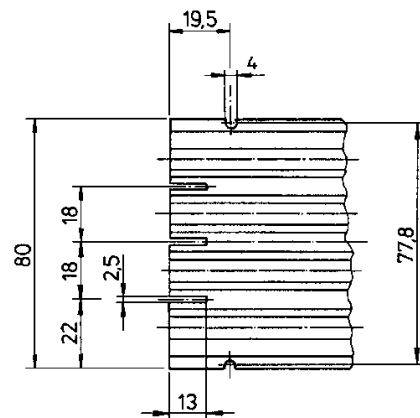

Abb. 4: Maße für Schlitz am Ende der Schleifleitungsschiene
- Schlitz gemäß Skizze einsägen (siehe Abb. 4).